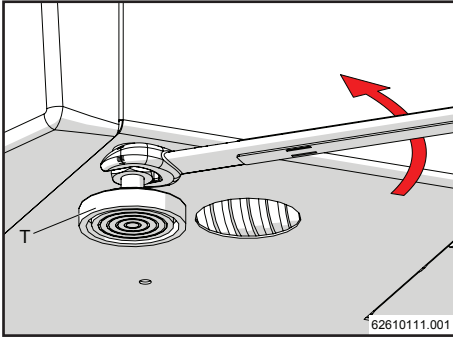
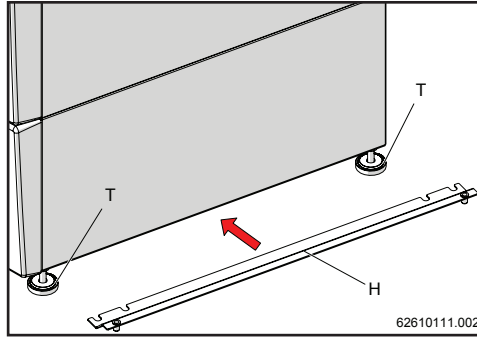

Figure 13-1
Figure 13-2
- 1.- Desserrer à l'aide de la clé les pieds réglables « T » de l'appareil (figure 13-1), insérer l'étrier « H » et serrer à nouveau les pieds réglables « T » (figures 13-2 et 13-3). Répéter la même procédure sur le côté opposé.